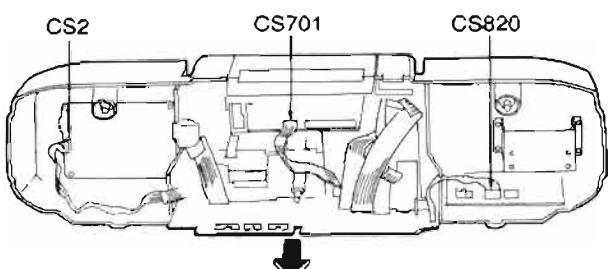

Abb. 11 Fig. 11
**5. NF-Platte (Hauptplatte) ausbauen (Abb. 11)**
**5. Removal of the AF/Main P.C.B. (Fig. 11)**